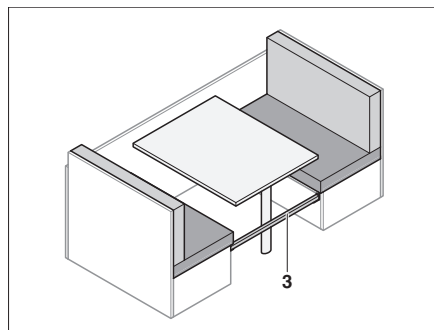

Fig. 69 Utilizar placa de refuerzo
- Colocar listón adicional (Fig. 69,3) entre los bancos de asiento.